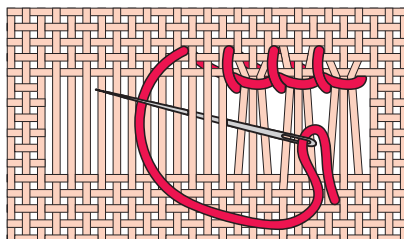

Рис. 45. Односторонняя мережка
Выполнение односторонней мережки («кисточки») (рис. 45).
4. Направь рабочую нить влево, положив её в виде полудуги. Набери на иглу 3 вертикальные нити на дорожке и выколи её над петлёй — полудугой. Затем протяни рабочую нить за иглой вправо, скрепляя первую кисточку (рис. 45, а).
5. Вколи иглу в промежуток между кисточкой и следующей вертикальной нитью дорожки, отсчитай 2 нити вверх и 3 нити влево, выведи иглу на лицевую сторону. Затем расположи рабочую нить в виде петли, набери на иглу 3 нити, выведи её на лицевую сторону над петлёй и потяни рабочую нить вправо за иглой. В результате образуется вторая кисточка (рис. 45, б).